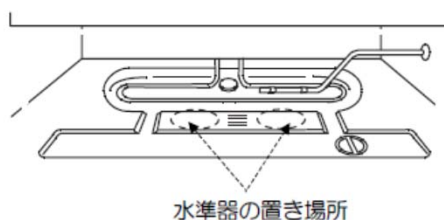

図 4.4 水平の確認
3. 据え付けた後、試験槽扉を開け、槽内下部の保護柵を取りはずして加湿皿と排水孔の間の、図 4.4 の位置に水準器を置いて水平を確認します。保護柵の取りはずし方法は「7.3 保守 加湿皿の清掃」を参照してください。